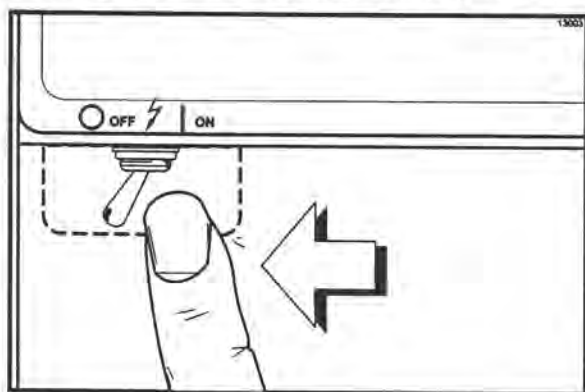

Figura 75
**ASEGÚRESE DE QUE EL INTERRUPTOR DE ENERGÍA ESTÉ EN LA POSICIÓN DE APAGADO (OFF). La inobservancia de esta precaución puede dar lugar a electrocuciones o a lesiones provocadas por piezas móviles. (Vea la figura 75.)**